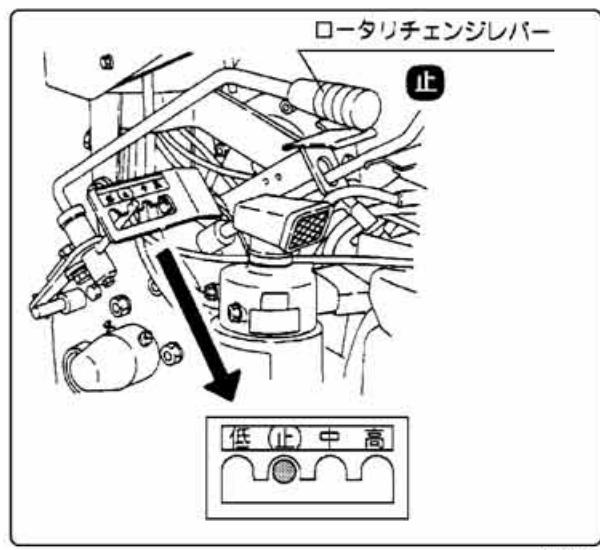

図2
- ② ロータリーチェンジレバーを [止] の位置にします。(図2)